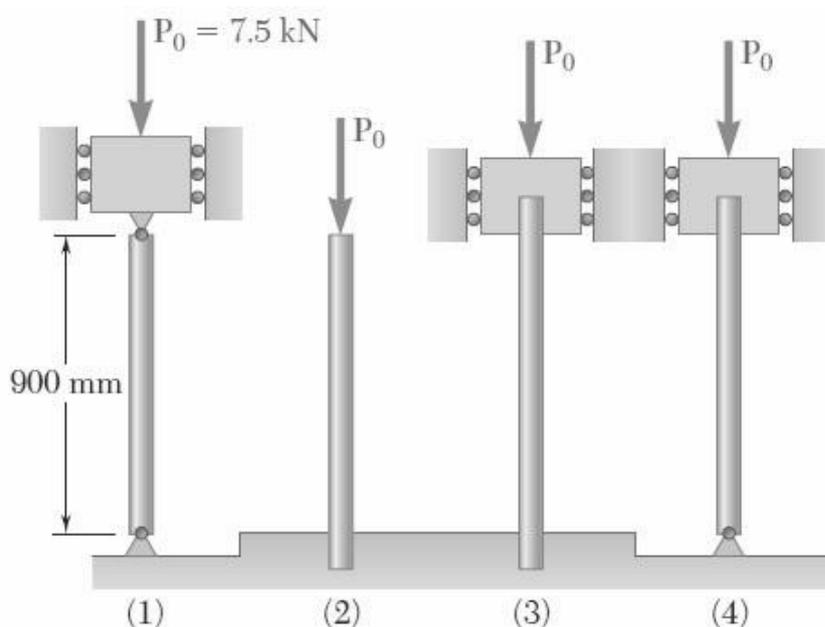

Figura 1.1
1.1.2 Cada uma das colunas de secção circular de diâmetro 20mm tem os apoios indicados na Figura 1.1. Determine a carga crítica para cada uma delas. $\sigma_c = 220\text{MPa}$, $E = 200\text{GPa}$.